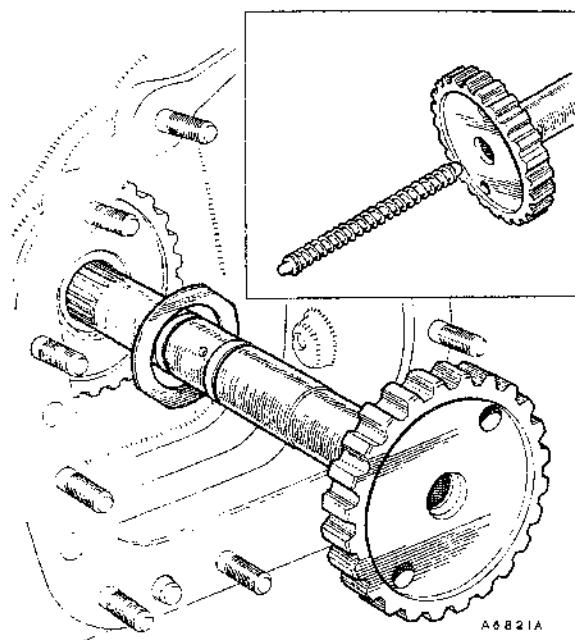

Fig. Fa.10
- (27) Insertar el eje secundario de avance con su arandela bimetálica (ver Fig. Fa.10) por el conjunto del engranaje secundario. Asegurarse de que la válvula de corte de la marcha atrás está situada al extremo del eje y de que los anillos deleje están en buenas condiciones.